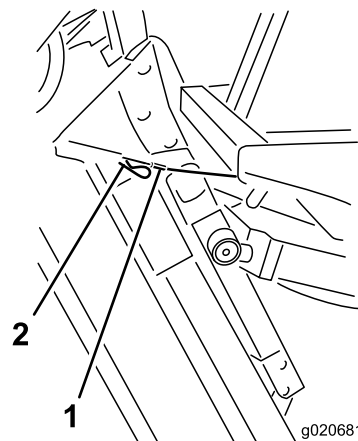

Figura 78
6. Mantenendo il piatto di taglio verticale, fate passare l'estremità del cavo sopra il perno del braccio di sollevamento del piatto di taglio e fissate il cavo con la coppiglia (Figura 78).